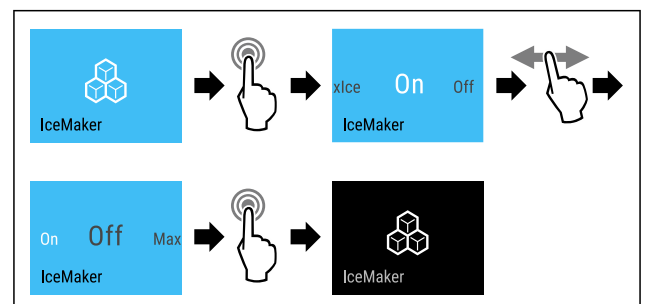

Fig. 23 Representación a modo de ejemplo con la función IceMaker activa
► Seguir los pasos de procedimiento (consulte Fig. 23).